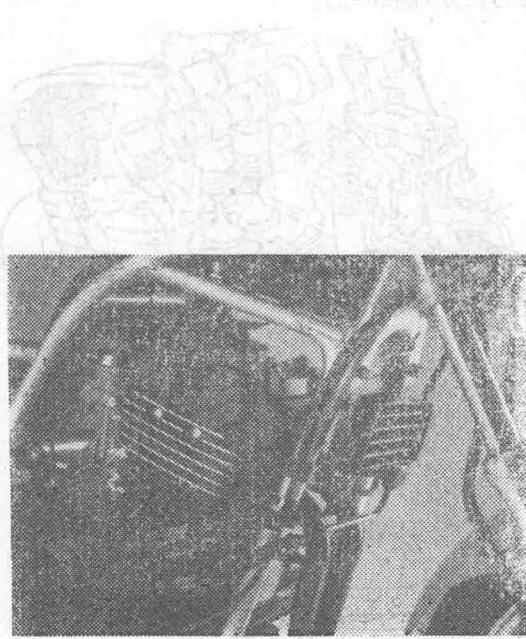

图15 雅马哈
④ 连续高速运转时，发动机润滑油的温度将超过理想温度—— $80^{\circ}$ 。这会使润滑油加速劣化，所以许多车上装有机油冷却器(图15)。